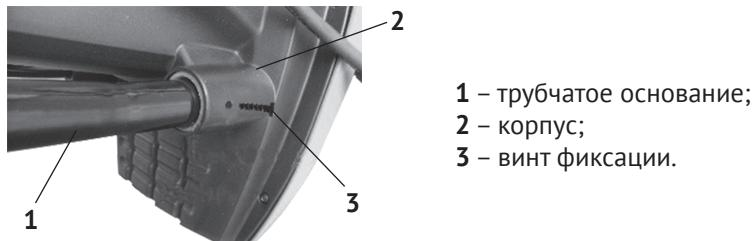

рис.2
6.1 Установка основания (подножки) см. рис.2
- вставить концы трубчатого основания в отверстия корпуса, как показано на рис.2;